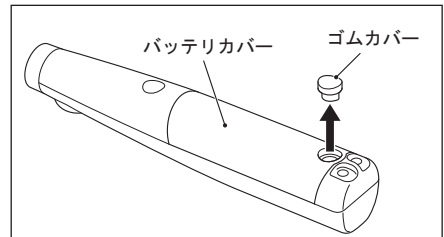

図 9
- 2) バッテリーカバーのねじ穴に入っているゴムカバーを細いマイナスドライバなどで取り外します。(図 9)